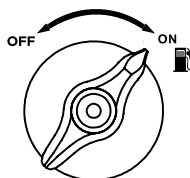

Figure 7: Mettre le commutateur de carburant sur la position ON
5. Tournez l'interrupteur de contrôle du carburant en position ON (voir la figure 7).
4. Vérifiez que l'interrupteur de contrôle de carburant est en position ON (voir la figure 7).